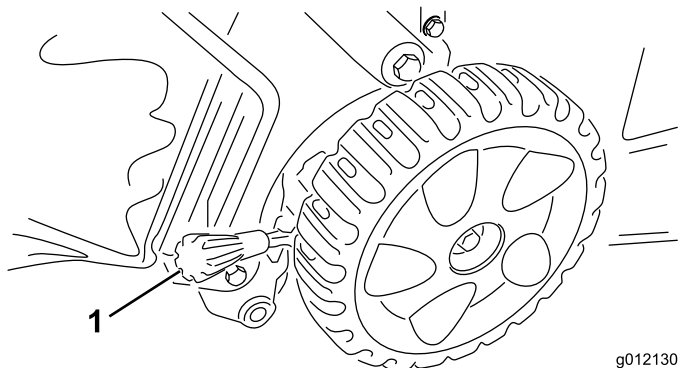

Figure 13
**Remarque:** Pour élever la machine, déplacez les deux leviers de hauteur de coupe en avant ; pour abaisser la machine, ramenez les leviers en arrière (Figure 13).